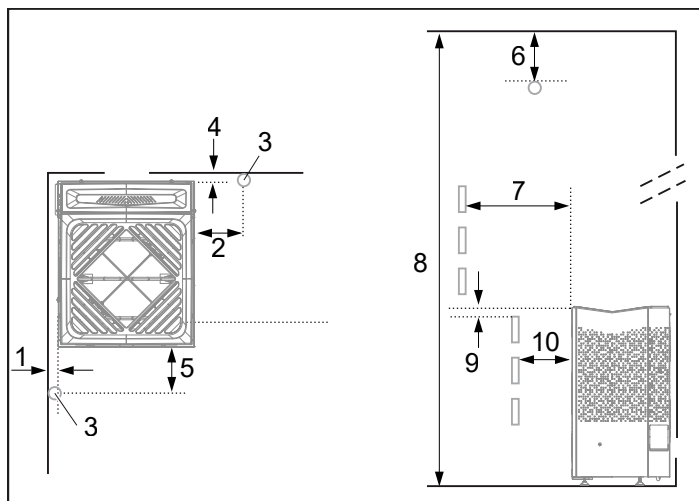

Abbildung 3: Positionieren der Heizung – normale Installation
- Planen Sie die Positionierung der Saunaheizung (siehe Abschnitt „Positionieren der Heizung – normale Installation“, Abbildung 3).
- Positionieren Sie die Heizung in sicherem Abstand zum Boden, zu den Seitenwänden und zu Innenrauminstallationen (siehe Abbildung 3).
Positionieren Sie den Sensor wie im Bild gezeigt (siehe Abbildung 3). Schließen Sie alle aktiven Lufterlässe innerhalb von 1000 mm vom Sensor.